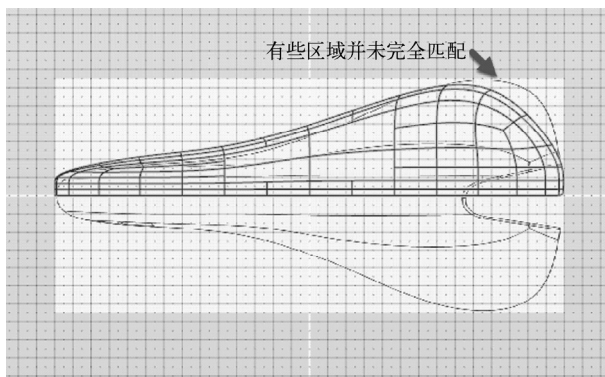

图 7-70 模型与背景图像对比
1) 激活顶视图，仍然保持多边形对象处于选中状态。按快捷键〈N〉（或在控制面板中勾选“Nurbify”复选框）切换至 NURBS 曲面状态，可见模型与背景图像并未完全匹配，如图 7-70 所示。